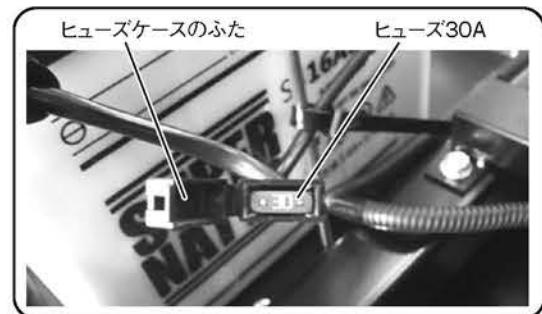

図 4-50
2. ヒューズケースのふたを開けて、ヒューズを引き抜きます。(図 4-50)